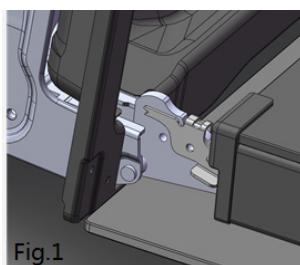

Fig.1
- Abra la puerta en toda su extensión (fig.1);
- Puerta doble del horno: Retire la junta G desenroscando los pernos n.º 2 (fig.1)